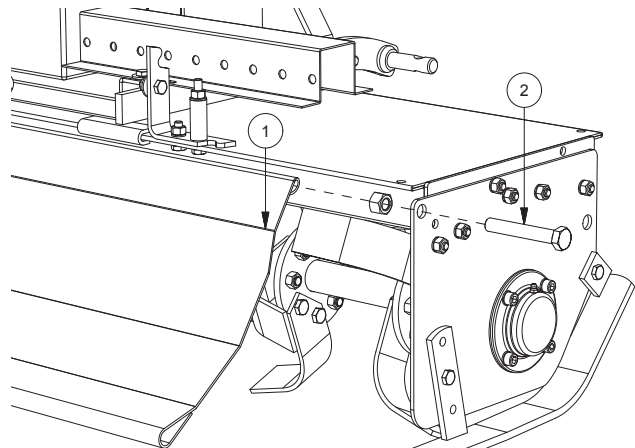

FIG. 7
- Montar el capó posterior (1, Fig. 7): posicionarlo entre los lados de la estructura; introducir la varilla (2) a través del capó y los dos lados.